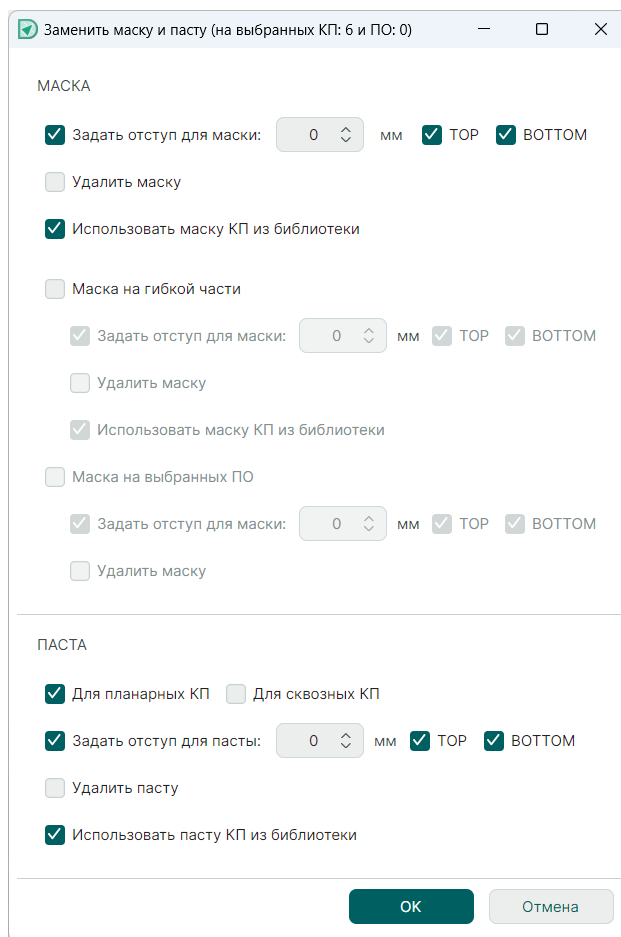

Рис. 547 Параметры замены маски и пасты
3. Вид окна «Заменить маску и пасту» представлен на см. Рис. 547.